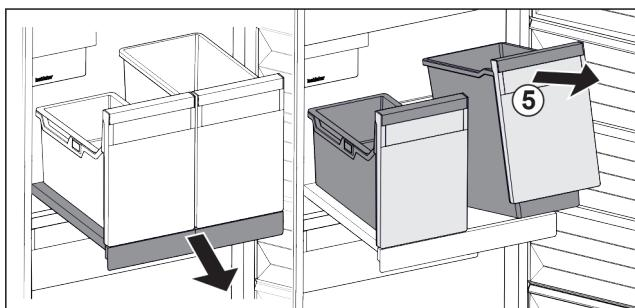

Fig. 104
- Повдигнете съда Fig. 104 (5) отпред.